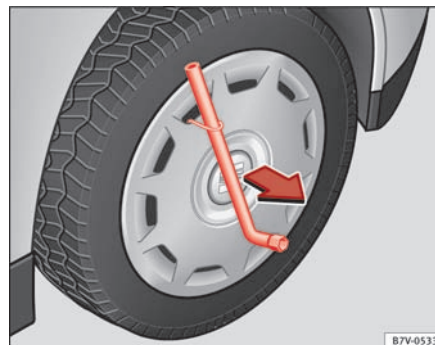

Fig. 176 Sådan tages hjulkapslerne af.
- Skub hjulnøglen gennem afmonteringsbøjlen ⇒ Fig. 176, og træk hjulkapslen af i pilens retning.